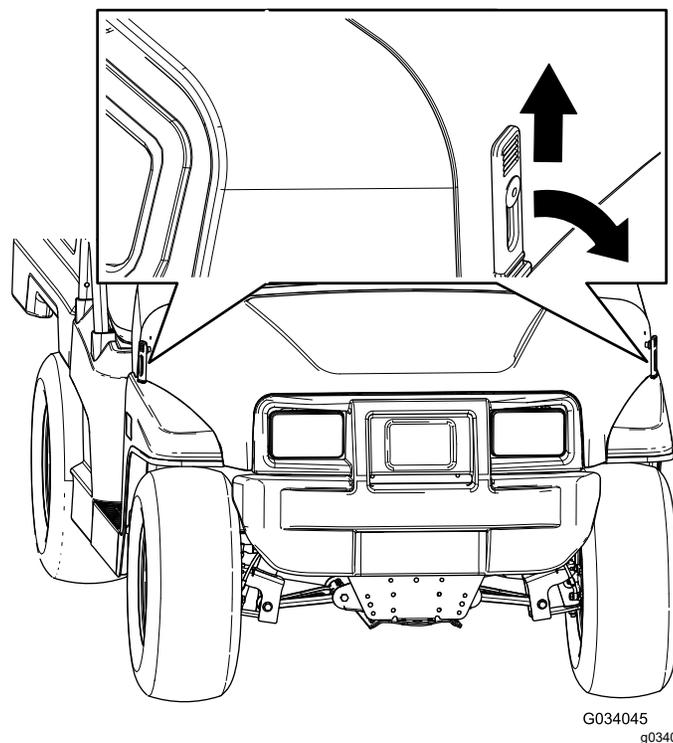

図 24
1. フードの両側についているゴム製ラッチのハンドルを上げる 図 24。
2. フードの両側で、ゴム製ラッチとラッチアンカーをそろえてラッチを掛ける (図 24)。